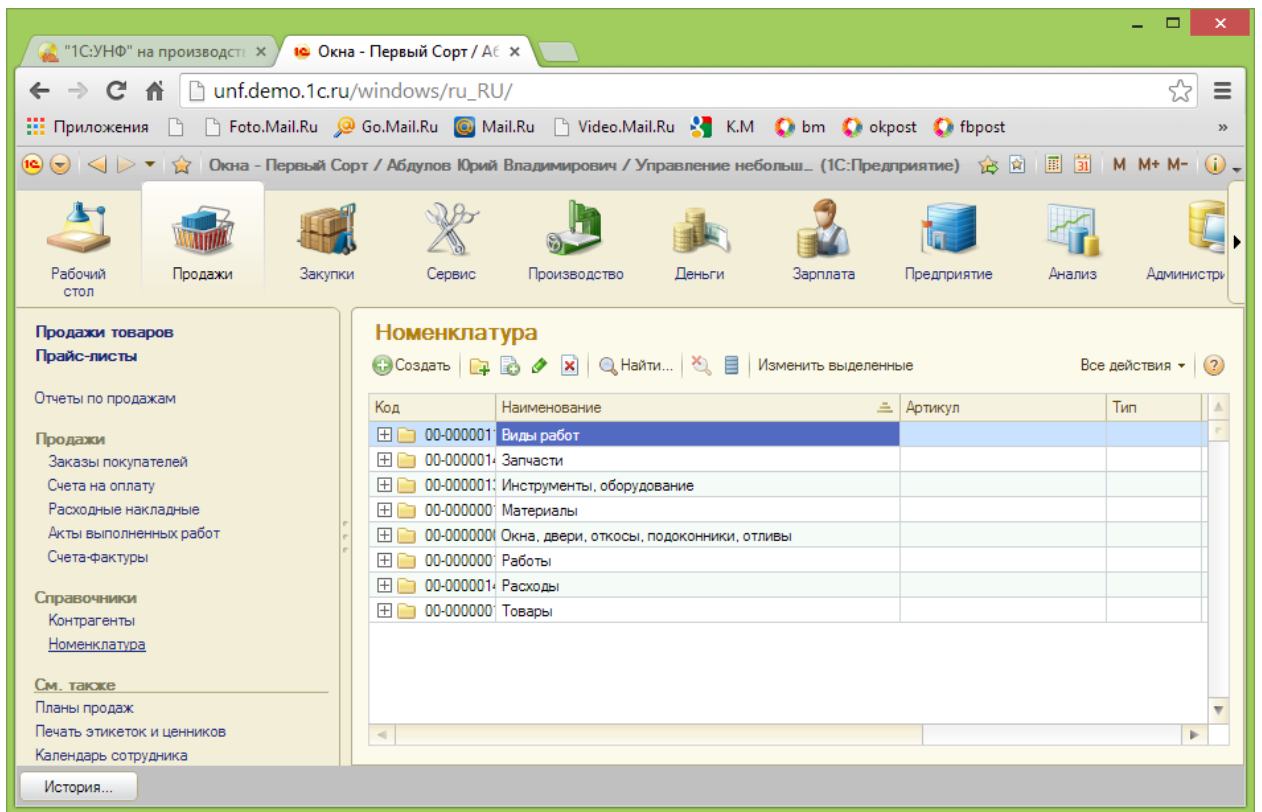

Рисунок 144 Справочник Номенклатура
6. На вкладке подсистемы «Продажи» откройте справочник «Номенклатура» (рис. 144), изучите особенности работы фирмы, информацию о ее продукции, материалах, товарах, работах, расходах (услугах сторонних организаций).